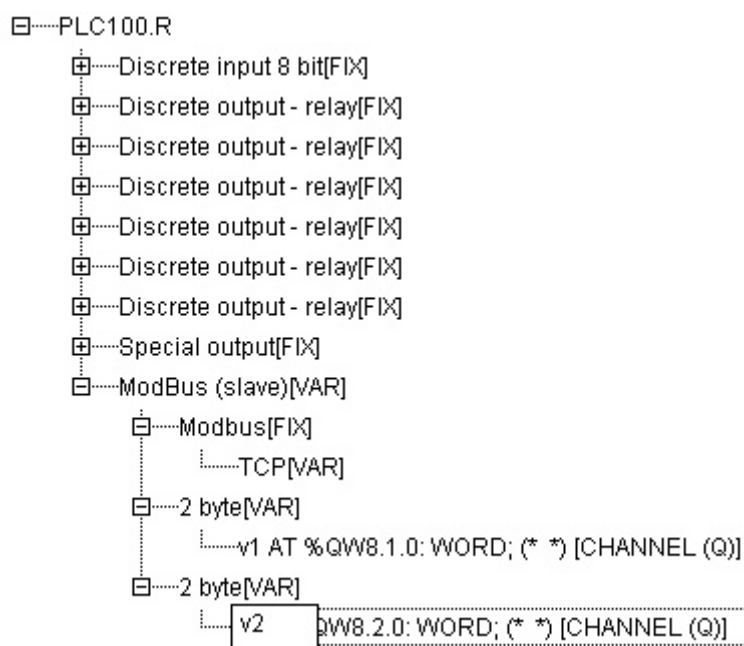

Рис.1.4
5) Задать имя переменным, для последующего обращения к ним из программы ПЛК (Рис.1.4).